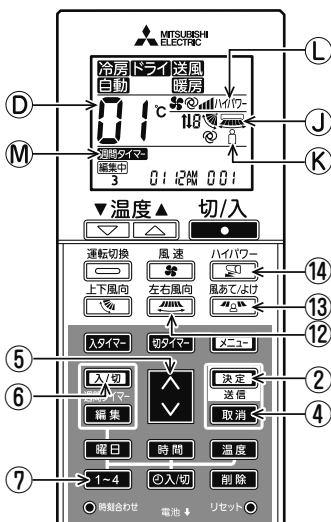

図6-4
2) 【左右風向】機能設定(図6-4) (工場出荷時は[設定番号02])
3) 【風あて/よけ】機能設定(図6-4) (工場出荷時は[設定番号02])
4)【ハイパワー】機能設定(図6-4) (工場出荷時は[設定番号02])
5)【週間スケジュールタイマー】機能設定(図6-4) (工場出荷時は[設定番号02])